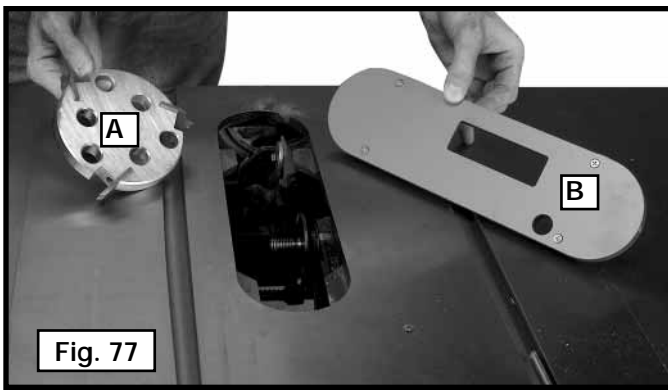

Fig. 77
⚠ PRECAUCIÓN: El inserto para mesa del Juego de cabezales para ranuras (E), FIG. 77 debe utilizarse en lugar del inserto estándar.